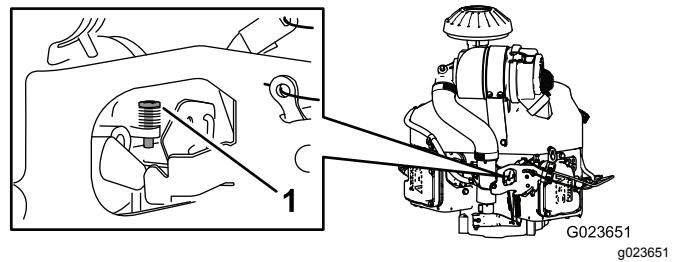

Figure 67
- Ajustez la vis d'arrêt sur le carburateur (Figure 67) pour régler le régime de ralenti entre 1 350 et 1 550 tr/min.